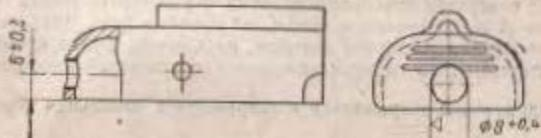
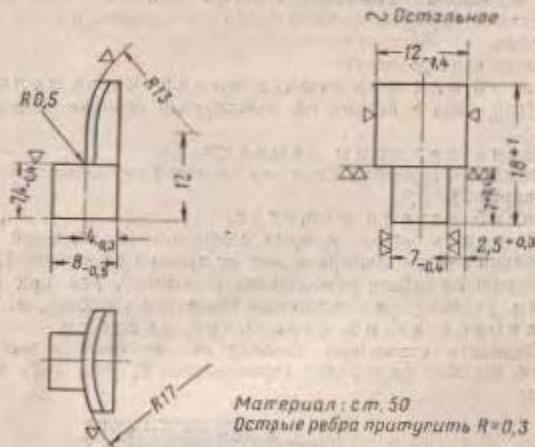
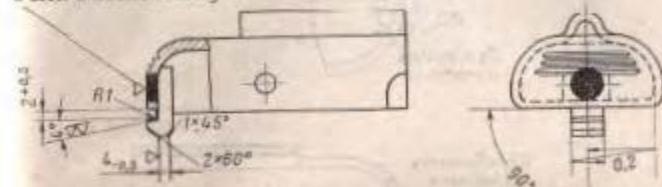

Рис. 18. Подготовка колпачка для приварки защелки
Рис. 19. Защелка
Рис. 20. Приварка защелки к колпачку
(II) Просверлить в колпачке отверстие, отделить остатки сломанного зацепа (рис. 18), изготовить новый защелку (рис. 19), приварить его к колпачку, обработать по рис. 20 и пригнать защелку по месту, как указано выше.